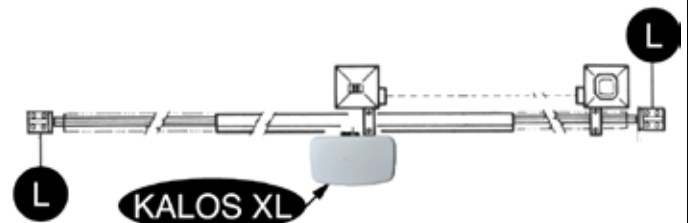

Abb. 2
- Ausser der elektrischen und mechanischen Endschalter, die mit der Steuerung verbunden werden ist es ratsam einen festen Endschlagpunkt am Boden zu befestigen. Der im gegebenen Fall einer Fehlfunktion der elektronik den Antrieb mit seinen kinetischen und statischer Groesse zum halten bringt (L)(Abb. 2).
Es ist notwendig, am Ende der Fühung zwei mechanische Stoppvorrichtungen zu befestigen (L) (Abb. 2).